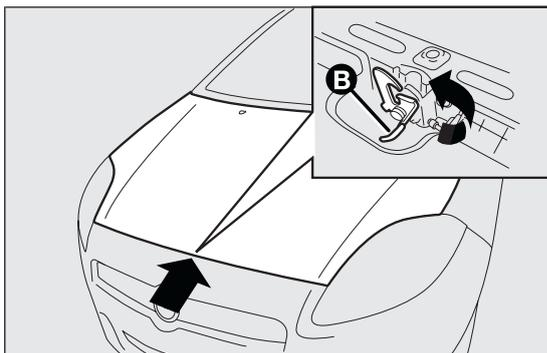

fig. 99
- tirar de la palanca B fig. 99 y abrir el capó.